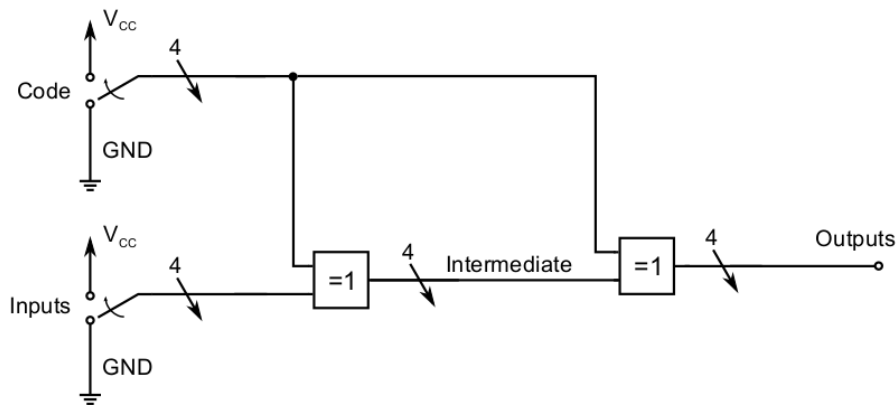

Abbildung 4.1: Versuch mit Doppel-XOR
Bauen Sie zunächst eine Schaltung aus 2 Quad-XORs gemäß Abbildung 4.1 auf. Die mit 4 gekennzeichneten Pfeile stehen für einen Bus mit vier Adern, das heißt, die dort gezeigte Schaltung ist vier mal parallel aufzubauen. Verwenden Sie sowohl für die vier *Inputs* als auch für die vier *Code*-Eingänge jeweils vier zusammenhängende Schalter aus Bereich (B), mit denen Sie zwischen *GND* und  $V_{DD}$  wechseln können. Wenn Sie die vier *Intermediate*-Signale und die vier *Outputs* auf die LED-Bank in Bereich (G) legen, können Sie die Zustände gut vergleichen. Es bietet sich an, die vier zusammengehörenden Signale jeweils auf eine Reihe der LED-Bank zu geben und die selbe Reihenfolge zu nutzen. Stellen Sie nun eine beliebige aber konstante Eingangskombination für die vier *Inputs* ein.